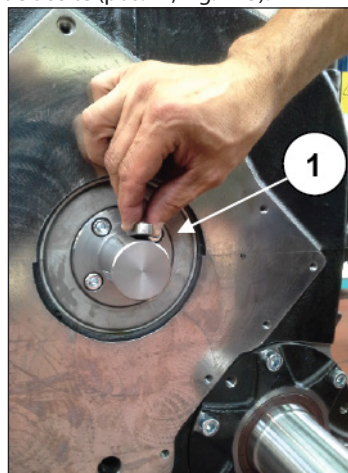

Fig. 124
Introducir los 2 casquillos de centrado del cuerpo de la bomba de aceite (pos. ①, Fig. 124).